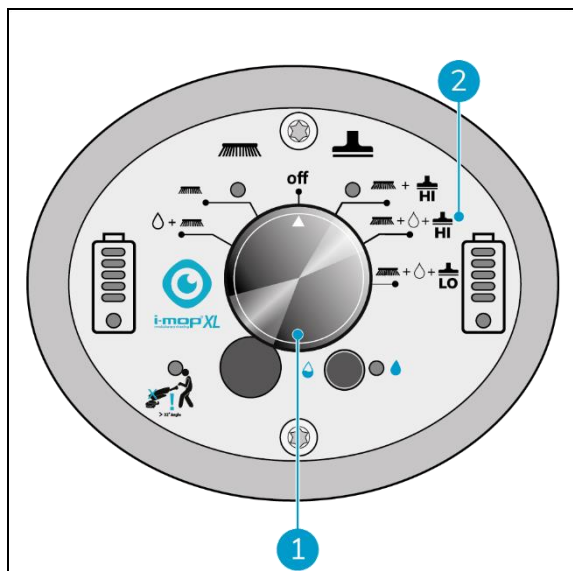

Figura 27
O indicador de aviso de ângulo piscará na área circulada a azul assim que o operador descer abaixo dos 32 graus. A luz indicadora acende-se e a recuperação de água é interrompida. Quando o manípulo é levantado acima dos 32 graus, o motor de aspiração reinicia-se após 5 segundos. (figura 27)
2. Utilizar o interruptor principal da i-mop XL Pro (Figura 27, pos. 1) e escolha o MODO 4 Escova + Água/Solução de limpeza + Aspiração a seco (Figura 27, pos. 2).